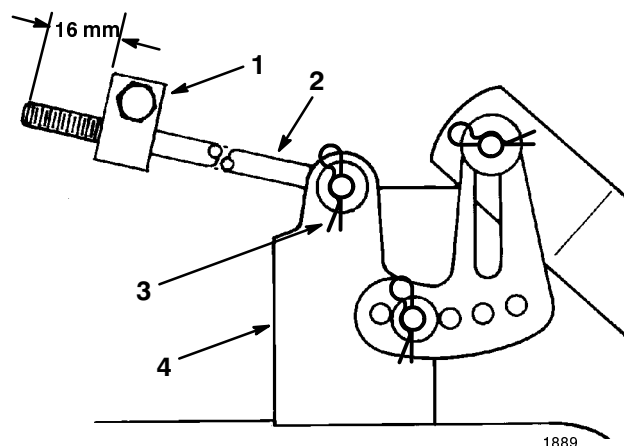

Figure 52
5. Mesurez la longueur de tige qui dépasse de l'avant du bloc de réglage sur les côtés du châssis (Fig. 52). Si cette longueur n'est pas égale à 16 mm, enlevez la goupille fendue et la rondelle de l'extrémité de la tige (Fig. 52), puis vissez ou dévissez la tige jusqu'à obtention de la longueur requise. Introduisez alors l'extrémité de la tige dans le support du plateau et fixez-la à l'aide de la rondelle et de la goupille fendue. Répétez la procédure de l'autre côté de la tondeuse.